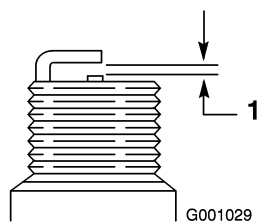

Figure 46
4. Réglez l'écartement des électrodes à 0,76 mm (0,030 pouce) (Figure 46).